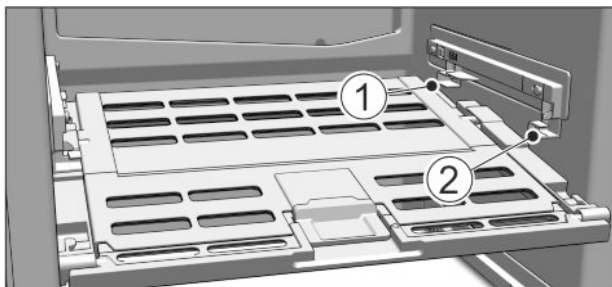

Fig. 16
- ▶ Wkładanie pokrywy Fruit & Vegetable-Safe: Ramiona pokrywy wprowadzić od dołu do tylnego uchwyty Fig. 16 (1) i zazębić z przodu w uchwycie Fig. 16 (2).